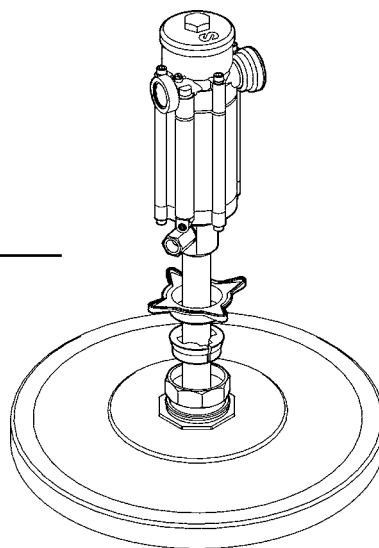

Fig. 1
3. Introduire la pompe par l'écrou et la fixer à la hauteur désirée à l'aide de la fausse-bonde (voir figure 1).